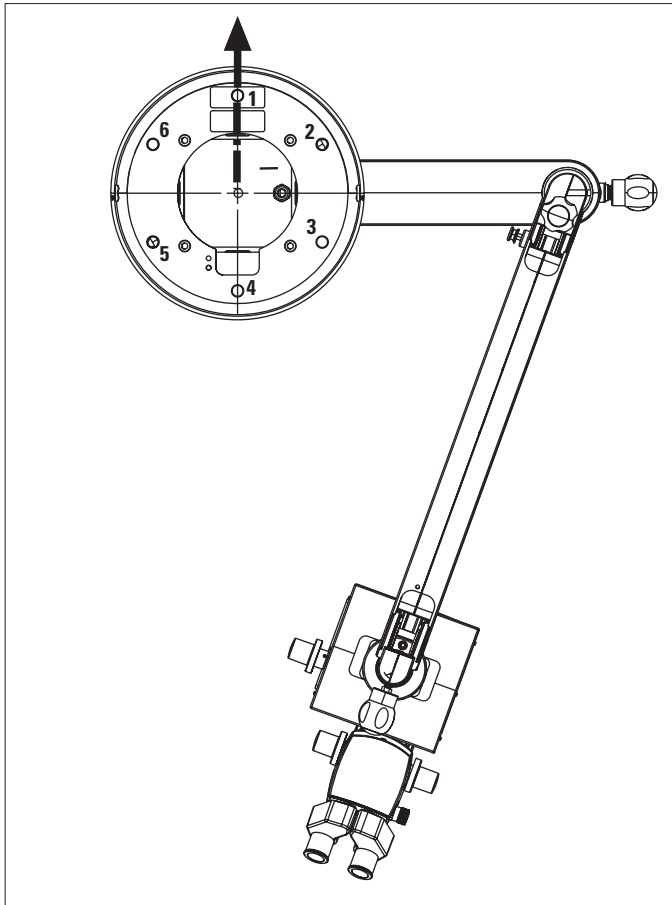

Bild 1 (Ansicht von oben)
- ⇒ Schwenkarm mit Mikroskop möglichst weit hinter der Schraube **4** positionieren (Bild 1).